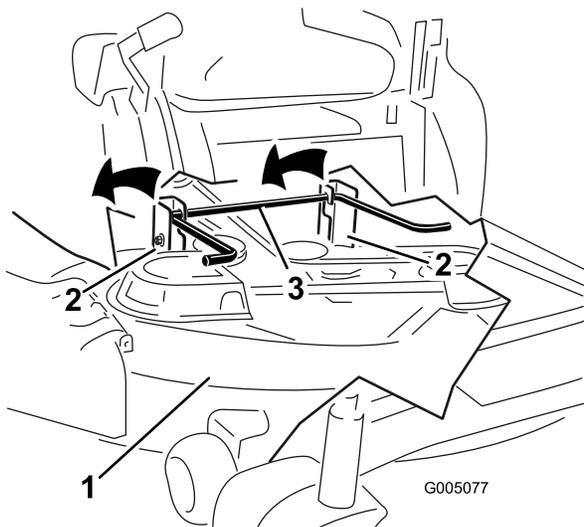

Bild 66
7. Heben Sie das Mähwerk und die Hängeprofile über die hintere Hubstange und senken Sie das Mähwerk vorsichtig auf den Boden ab (Bild 66).
5. Heben Sie das Heck des Mähwerks an und führen Sie die Hängeprofile über die hintere Hubstange (Bild 66).